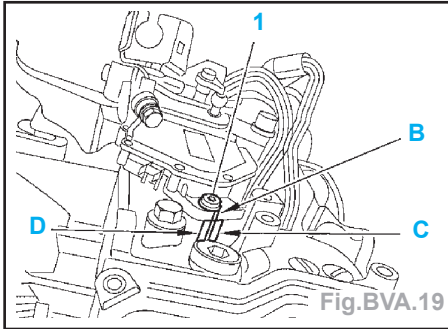

Fig.BVA.19
- Connecter un multimètre en position ohmmètre sur les contacts électriques (2).
- Repérer la position du contacteur multifonction en «B» par rapport au carter de la boîte de vitesses en «C» (Fig.BVA.19).